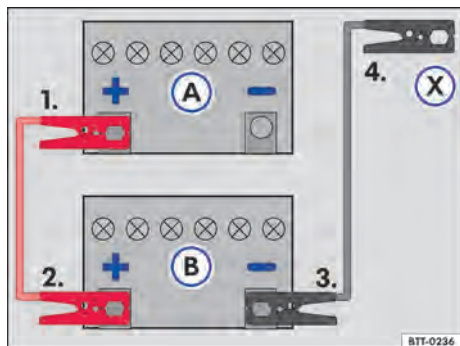

Fig. 186 Esquema para la conexión de los cables auxiliares de arranque: batería del vehículo descargada (A) y batería del vehículo que provee la corriente (B).
Leyenda para → fig. 186:
Conectar el cable de arranque auxiliar solo en la secuencia 1 - 2 - 3 - 4 → fig. 186.
- Conectar una extremidad del cable auxiliar de arranque *rojo* al polo positivo (+) del vehículo con la batería del vehículo descargada → fig. 186 (A) → ⚠️.
- Conectar el otro extremo del cable de arranque auxiliar *rojo* al polo positivo (+) del vehículo que suministra corriente (B).
- Conectar un extremo del cable de arranque auxiliar *negro* al polo negativo de la batería del vehículo que suministra la corriente (B).
- Conectar el otro extremo del cable de arranque auxiliar *negro* (X) al vehículo con la batería del vehículo descargada en una pieza maciza de metal atornillada firmemente al bloque del motor o en el mismo bloque del motor - aunque no cerca de la batería (A) → ⚠️.